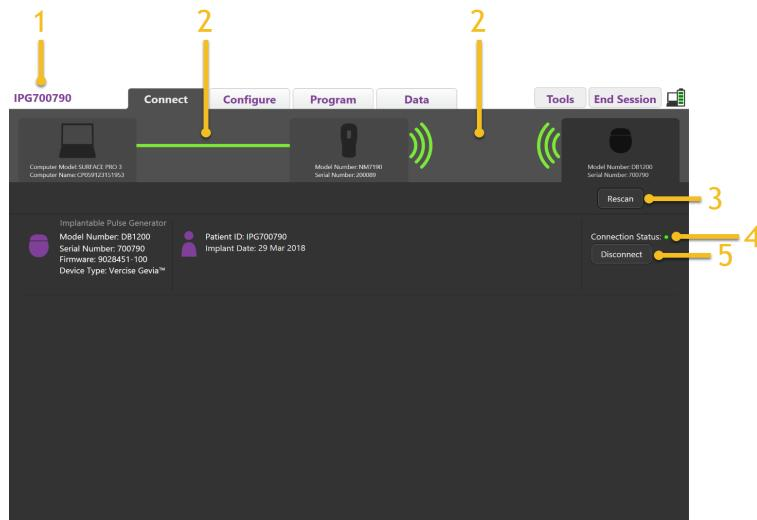

Figur 3. Fanen Connect (Tilslut)
- Ved start af Vercise Neural Navigator vises fanen Connect (Tilslut), og softwaren vil automatisk forsøge at tilslutte til en stimulator (Figur 3).